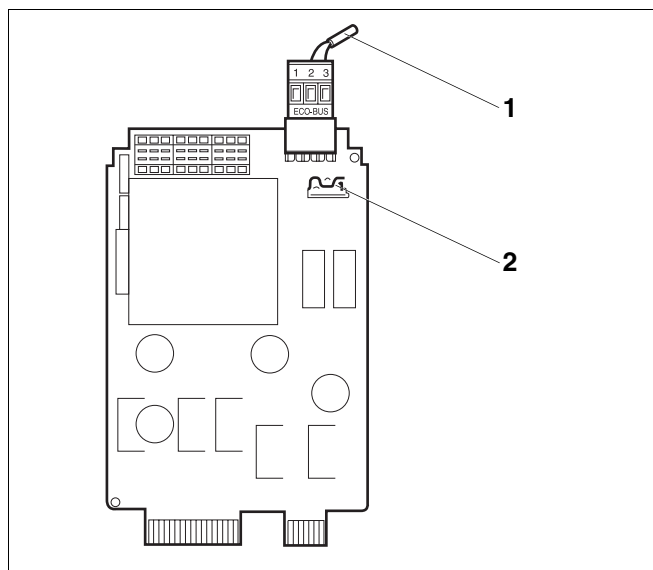

Fig. 6 Module de réseau NM482
Cette résistance se trouve sur le côté du module de réseau NM482 et est mise en marche avec le crochet commutateur (fig. 6, **pos. 2**).